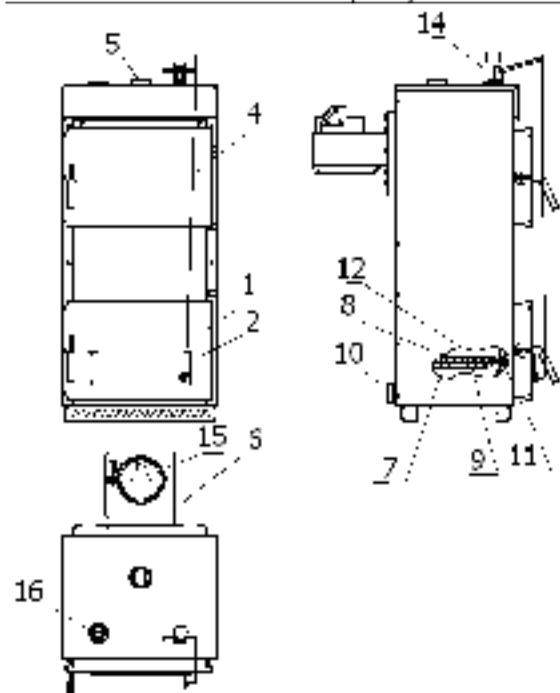
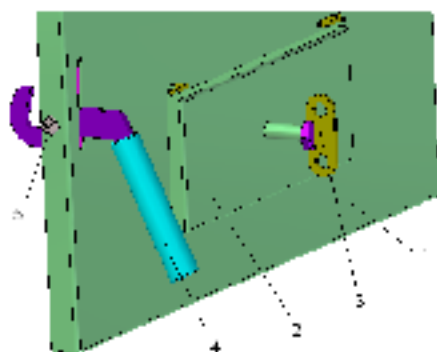
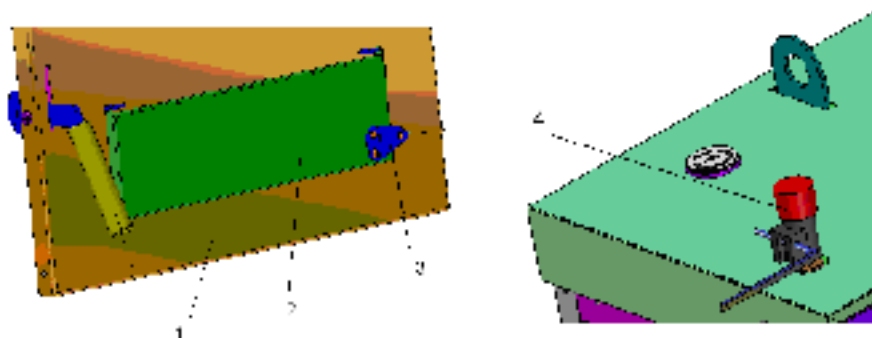
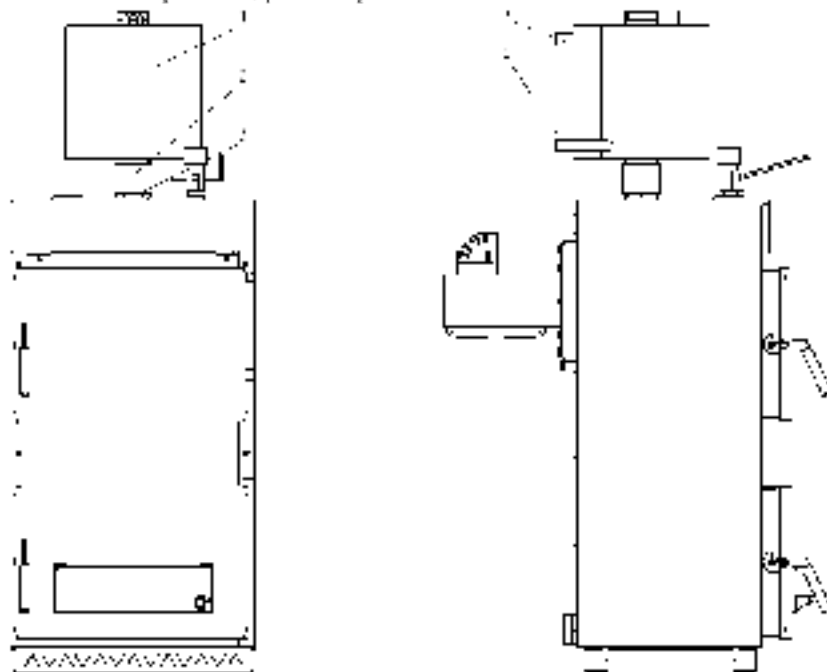

Рис. 1 Котлы КС-Т-16...; КС-Т-12...
Рис.8 Дверца шурупочная
Рис.9 Крепление кронштейна 3 для регулятора тяги 4
Рис. 11 Котлы КС-ТВ..., КС-ТВ...р, КС-ТВ..., КС-ТВ... с теплообменником
5.2.2 Котлы КС-Т... (рис. 1,2) состоят из топки 12 с жаровыми трубами. Вокруг топки имеется водяная рубашка 7. Через трубы, соединяющие водяную рубашку, циркулирует вода, что увеличивает площадь теплообмена. Температура воды в котле контролируется термометром 16. Нагретая вода в результате образовавшихся в котле конвекционных потоков выходит в систему отопления через верхний патрубок 5. Обратная вода из системы отопления поступает в котел через нижний патрубок 10. В нижней части топки устанавливаются колосники 8, образующие полотно колосниковой решетки при работе котла на твердом топливе. На фронтальной поверхности котла крепятся загрузочная 4 и шуровочная 1 дверцы, через которые производятся загрузка топлива, чистка колосниковой решетки, а также чистка поверхности топки. Для улучшения работы топки на верхней крышке котла установлен регулятор тяги 14 (по дополнительному заказу табл.2), который соединён с крышкой 2 шуровочной дверцы 1. На дне под колосниками 8 стоит ящик 9 для сбора прогоревшего топлива (зола).
Для работы на природном газе или на пеллетах, а также для горячего водоснабжения, котёл необходимо переоборудовать в соответствии с данным руководством и упаковочными ведомостями комплектов (табл.2; рис. 1 - 35).
5.3.3 На дверцы (рис. 1, 2) установить ручки 4(рис.8), закрепив их осями 5.
На крышку 2 (рис.8) шурупочной дверцы 1 установить винт 3. С его помощью можно регулировать тягу зазором до 20 мм.
5.3.4 Для котлов с комплектом регулятора тяги на крышку 2 (рис.9) дверцы шурупочной 1 установить кронштейн 3, закрепив его винтами М4 и гайками М4.
На верхней крышке котла (рис. 1,2) снять заглушку (3/4") и на это место установить регулятор тяги 4. Соединить его цепь винтом М4х10 и гайкой М4 с кронштейном 3 на крышке 2 шурупочной дверцы 1 (рис.9).
На крышке котла на верхний патрубок 5 (рис. 1,2) монтируется комплект теплообменника (табл.2; рис. 11).
7.1 Регулятор тяги 14 (рис. 1,2) и его цепь демонтировать.
Демонтировать шуровочную дверцу 1 (рис. 1, 2).
7.2 В верхней части топки вплотную к передней стенке котла через загрузочную дверцу 4 (рис. 1,2) устанавливается топочный лист на прутки, приваренные к стенкам топки.
Перед креплением дымохода в трубы топки с задней стороны котла вставляются турбулизаторы 7 (табл. 2 и рис. 1,2,14). Если дымоход установлен, его надо демонтировать для установки турбулизаторов, а затем вернуть на место.